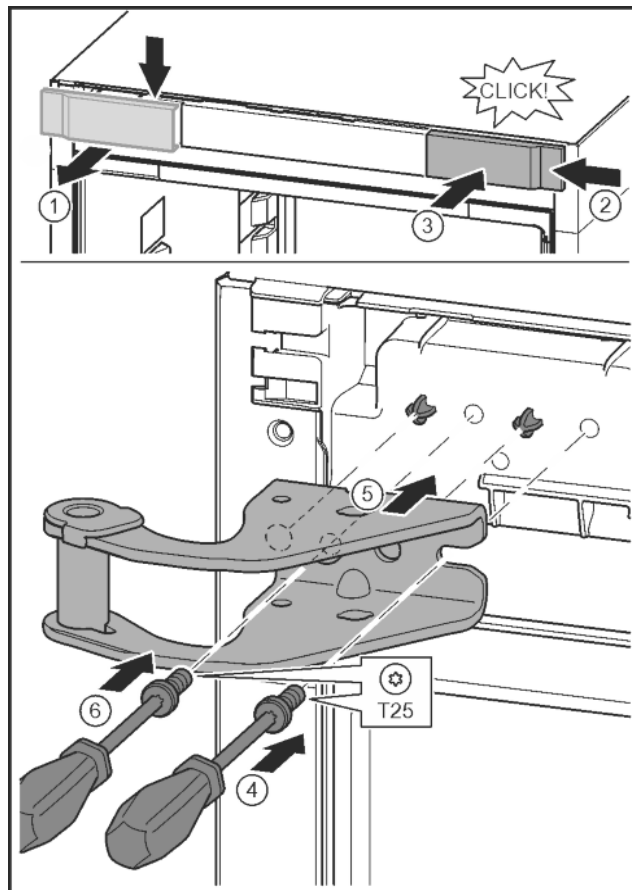

Fig. 14
- ▶ Afdekking losmaken en zijdelings verwijderen. *Fig. 14 (1)*
- ▶ Afdekking 180° gedraaid op de andere kant van rechts aanbrengen. *Fig. 14 (2)*
- ▶ Afdekking vastklikken. *Fig. 14 (3)*
- ▶ Schroef met schroevendraaier T25 aandraaien. *Fig. 14 (4)*
- ▶ Bovenste lagerbus plaatsen. *Fig. 14 (5)*
- ▶ Schroef vastdraaien. *Fig. 14 (4)*
- ▶ Schroef met schroevendraaier T25 aanbrengen en vastdraaien. *Fig. 14 (6)*